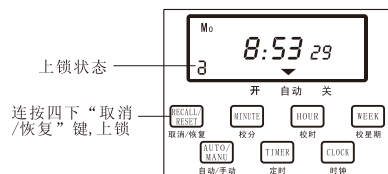

图4 锁定状态
- 2、键盘锁的使用：键盘在30秒内不操作，时控开关将自动上锁，防止误操作(如图4所示)。